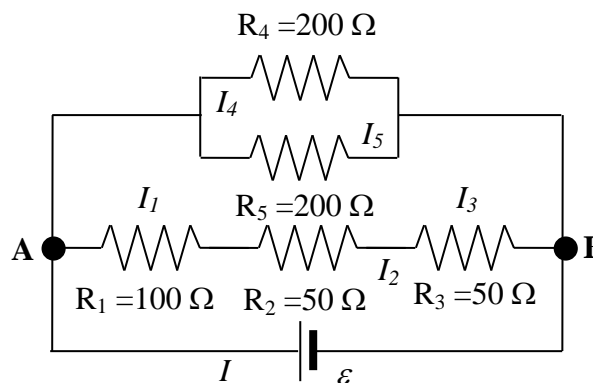

Figura 5
A partir de les fórmules per calcular la resistència equivalent de les associacions de resistències en sèrie i en paral·lel, calculeu el valor teòric de la resistència equivalent  $R_{exe}$  del circuit de la figura 5. Determineu també el valor de les intensitats ( $I_1, \dots, I_5$ ) i les caigudes de tensió ( $V_1, \dots, V_5$ ) de totes les resistències del circuit quan  $\varepsilon = 10 \text{ V}$ , suposant que la resistència interna de la font de tensió és nul·la. Quant val la intensitat total  $I$ ?
2. Mesureu el valor real de totes les **resistències** i, aplicant les regles d'associació de resistències, calculeu el valor teòric  $R_{teo}$  de la resistència equivalent del circuit de la figura 5. Compareu aquest valor amb el calculat a l'exercici previ  $R_{exe}$ .
3. Munteu el circuit de la figura 5 en el tauler de connexions (veure Apèndix A). Amb el polímetre, funcionant com a **ohmímetre** (veure Apèndix B), mesureu la resistència equivalent  $R_{ohm}$  entre els punts A i B. **Compareu** aquest resultat amb el predit teòricament  $R_{teo}$ .